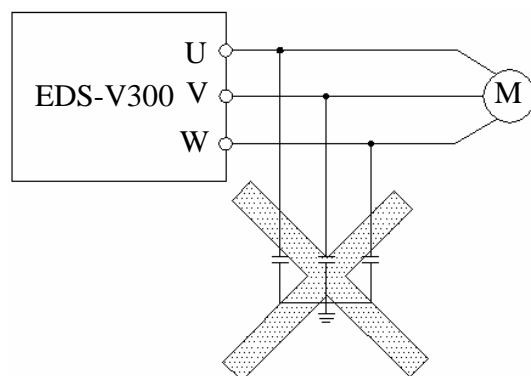

图 1-2 变频器输出端禁止使用电容器
- (12) 禁止输出侧安装改善功率因数的电容器或防雷用压敏电阻等,否则将造成变频器故障跳闸或器件的损坏,如图 1-2 所示。